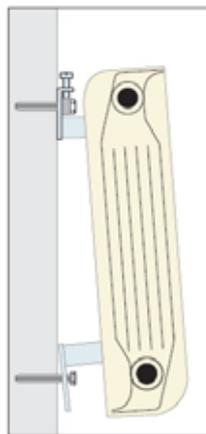

fig. 2
- 5) Posez le radiateur sur les supports supérieurs en le maintenant légèrement incliné (fig.2).